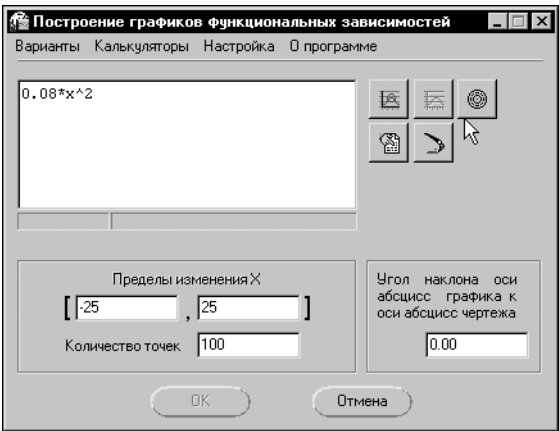

Рис. 48.5. Ввод уравнения параболы
6. В поле ввода аналитических зависимостей введите уравнение параболы $0,08 \cdot x^2$ (рис. 48.5).